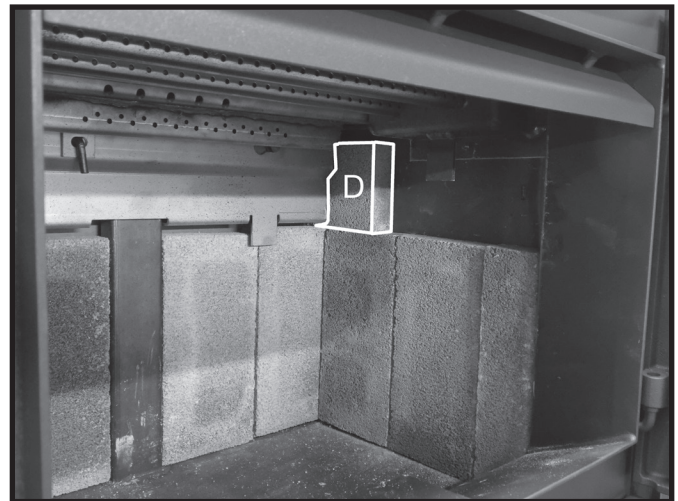

Figure 15: Petite brique posée dans la partie supérieure du mur droit.
6. Placer une brique D au-dessus des briques A déjà en place. Glisser vers l'arrière en s'assurant que la brique est fermement coincée entre le mur et le rail (Figure 15).